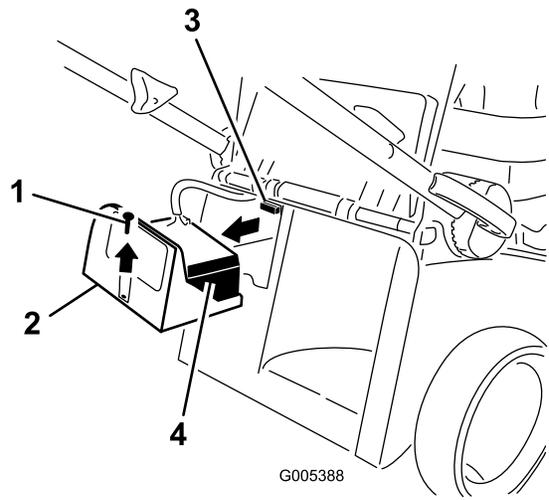

Bild 8
- Nehmen Sie die Batterieabdeckung und die Batterie ab und ermitteln Sie die Sicherungsfassung (Bild 8).